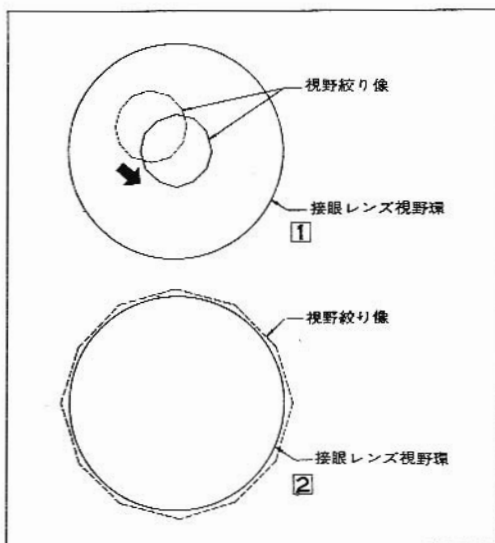

図19
- (1) 視野絞りを最小に絞り、コンデンサを上下して、視野絞り像を標本面に結像させます。
- (2) 視野絞り像が接眼レンズの視野に対して偏心しているときは、同心になるようにコンデンサ心出しねじで調節します。(図19-①)
- (3) 対物レンズを40×に切り替え、視野絞り像が図19-②のように接眼レンズの視野とほぼ同じになるように、絞りの大きさを調節します。偏心している場合は、コンデンサ心出しねじ